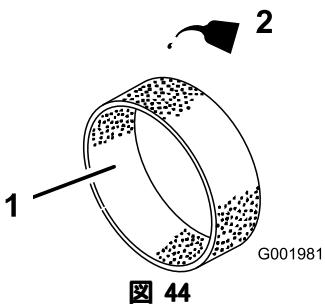

図 44
4. 乾いたら新しいエンジン・オイルを30~60cc含ませる(図 44)。